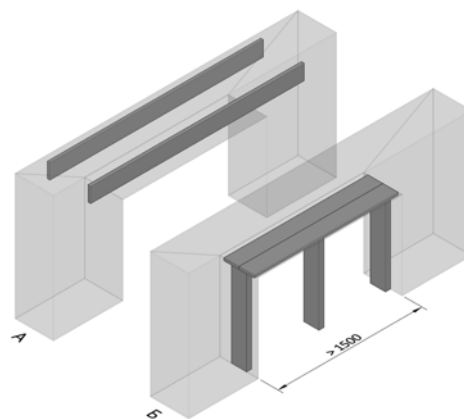

Рис. 16.2
16.2 При высоких перемычках необходимо предусмотреть боковую фиксацию доски. (см. рис. 16.2 «А»)